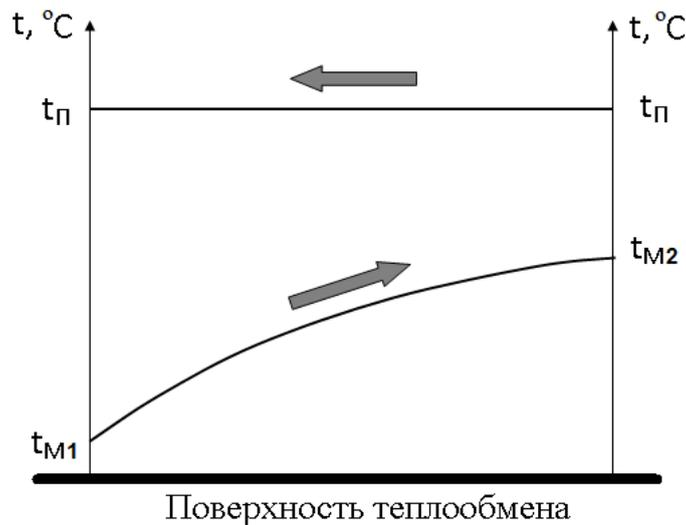

Рис. 2. График распределения температур вдоль поверхности теплообмена противоточного теплообменника
7. Построить график распределения температур вдоль поверхности теплообмена (см. рис. 2)